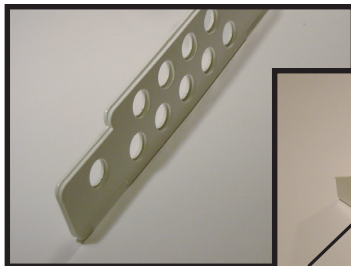

FIGURE 2a
- i. Placer les deux "shackle Cross Members" côte à côte (tel qu'illustré à la figure 2a).